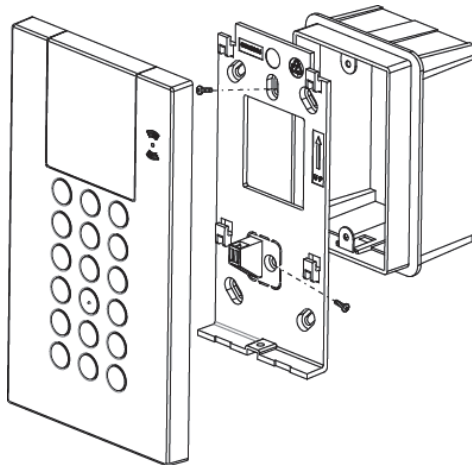

Figura 6
2. Fijar el soporte de montaje a la caja eléctrica con los dos tornillos, tal como se indica en la Figura 6.